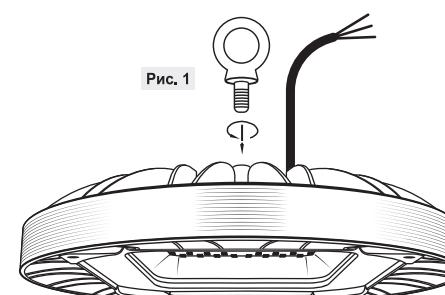

Рис. 1
3. Установите светильник при помощи специального крепления (рым-болта), входящего в комплект поставки (Рис. 1). Крепление типа Z — внешний гибкий кабель или шнур данного прожектора не может быть заменен; если шнур окажется поврежден, то светильник должен быть утилизирован.